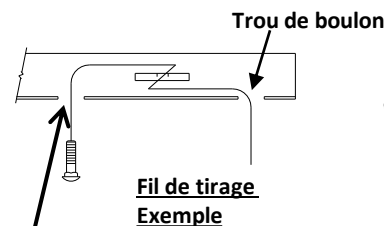

Figure 2
- Agrandir le trou d'accès** – À l'aide d'une meule à rectifier ou d'un autre outil approprié, agrandir le trou d'accès suffisamment pour faire entrer la tête du boulon de carrosserie. Voir la figure 2.
2. Agrandir le trou d'accès – À l'aide d'une meule à rectifier ou d'un autre outil approprié, agrandir le trou d'accès suffisamment pour faire entrer la tête du boulon de carrosserie. Voir la figure 2.